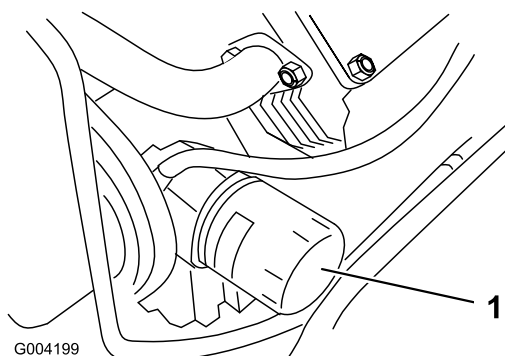

Figura 37
3. Retire el filtro usado (Figura 37) y limpie con un paño la superficie de la junta del adaptador del filtro.